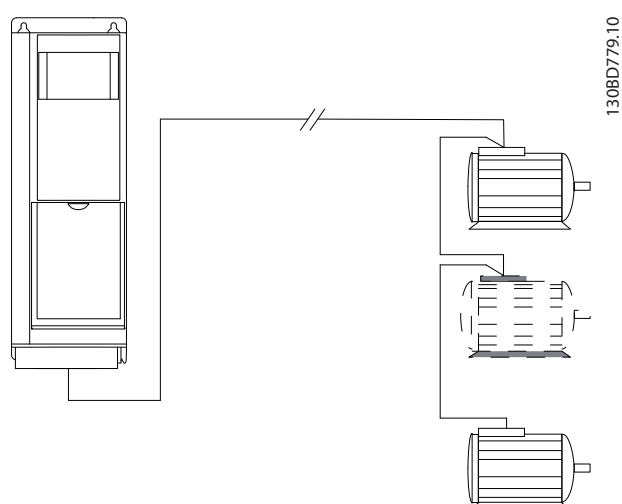

Ilustración 3.16 Cables largos en conexión en serie
- Para cables largos sin conexión paralela, consulte la *Ilustración 3.16*.